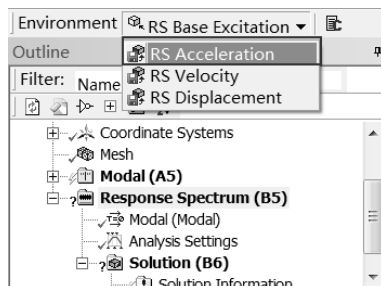

图 8-44 添加激励
Step2：选择 Environment 工具栏中的 RS Base Excitation（基础激励响应分析） RS Acceleration（加速度谱激励）命令，如图 8-44 所示，此时在分析树中会出现 RS Acceleration 选项。